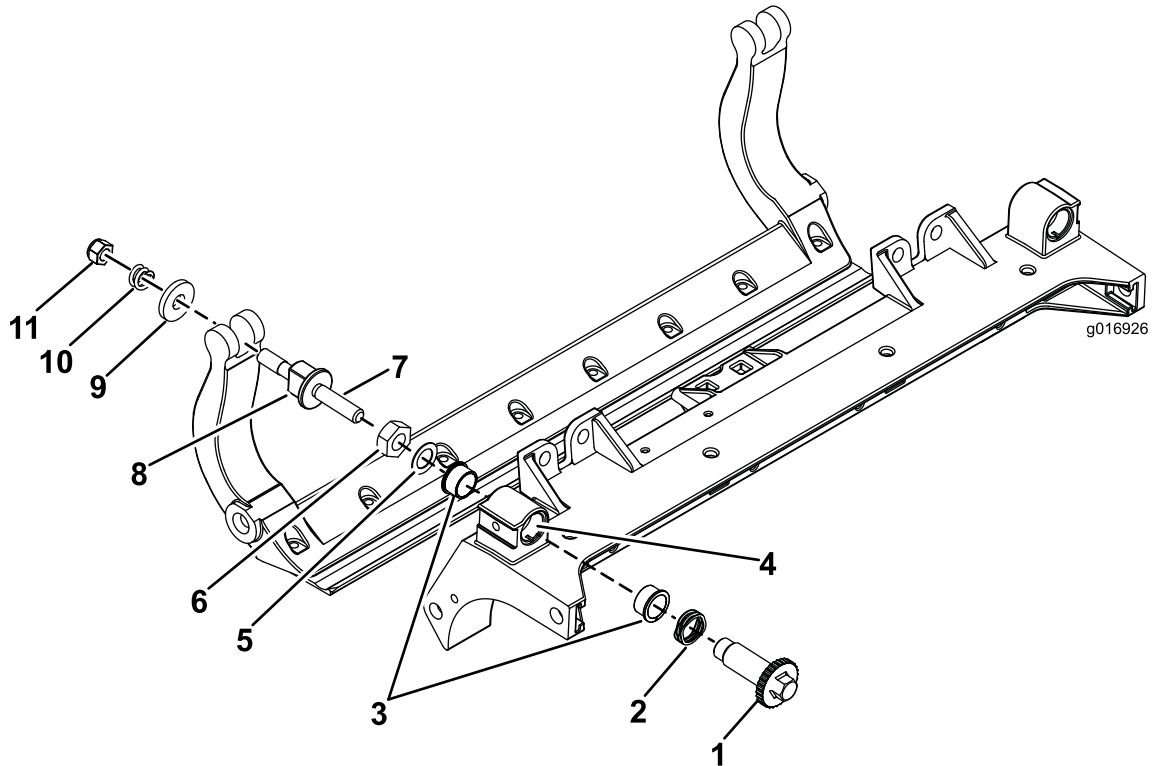

Bild 36
1. Entfernen Sie alle Teile (siehe *Installationsanleitung* für das HD-DPA-Kit und Bild 36).
2. Tragen Sie ein Gleitmittel innen im Büchsenbereich am mittleren Mähwerksrahmen auf (Bild 36).
3. Fluchten Sie die Keile an den Flanschbüchsen mit den Schlitzen im Rahmen aus und setzen Sie die Büchsen ein (Bild 36).
4. Legen Sie eine Wellenscheibe auf die Einstellerwelle und schieben Sie die Einstellerwelle auf die Flanschbüchsen im Rahmen des Mähwerks (Bild 36).
5. Befestigen Sie die Einstellerwelle mit einer Flachscheibe und einer Sicherungsmutter (Bild 36).
12. Legen Sie eine Stahlscheibe außen auf jede Nylonscheibe (Bild 36).
Hinweis: Die Scheiben innen können einen Abstand aufweisen (Bild 36).
15. Ziehen Sie die Mutter an jedem Untermesserträgereinsteller an, bis die Druckfeder ganz zusammengedrückt ist, lösen Sie die Mutter dann um eine halbe Umdrehung (Bild 36).